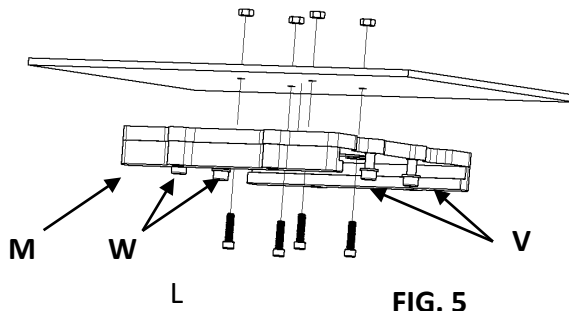
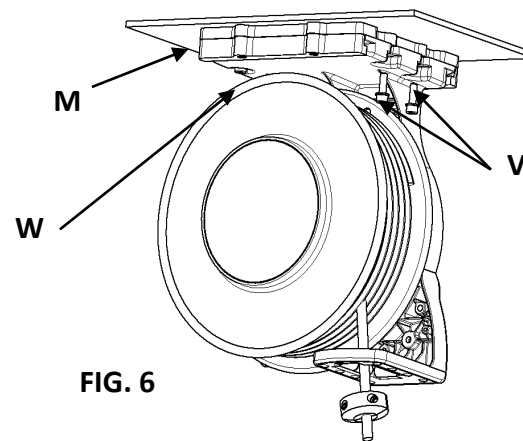

FIG. 5
FIG. 6
◆ Secure mounting bracket "M" with four bolts "L" to the panel (Fig. 5).
◆ Remove (2) bolts "V" (Fig. 5), while leaving hex nuts in slots, slide the reel in the mounting bracket "M" and secure with (2) bolts "W" and (2) bolts "V". (Fig. 6).
◆ Fixer solidement le support de montage "M" au panneau (Fig. 5) avec quatre boulons "L".
◆ Retirer (2) boulons "V" (Fig. 5), en laissant les écrous hexagonaux dans les fentes, faire glisser l'enrouleur sur le support de montage "M" et fixer avec (2) boulons "W" et (2) boulons "V". (Fig. 6).
◆ Asegure el brazo de montaje "M" con cuatro tornillos "L" al panel (Fig. 5).
◆ Retirar (2) tornillo "V" (Fig. 5), dejando las tuercas hexagonales en las ranuras, deslice el carrete al brazo de montaje "M" y asegúrelo con (2) tornillos "W" y (2) tornillos "V". (Fig. 6).